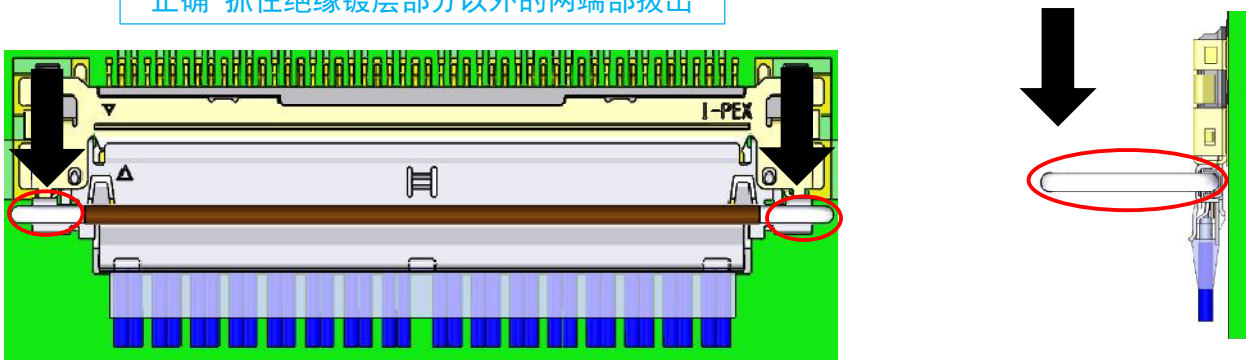

图 12
2. 如图 12 所示，在使 Lock Bar 垂直于连接器的状态下，抓住绝缘镀层部分以外的两端，以平行于 PCB 基板的状态笔直拔出。